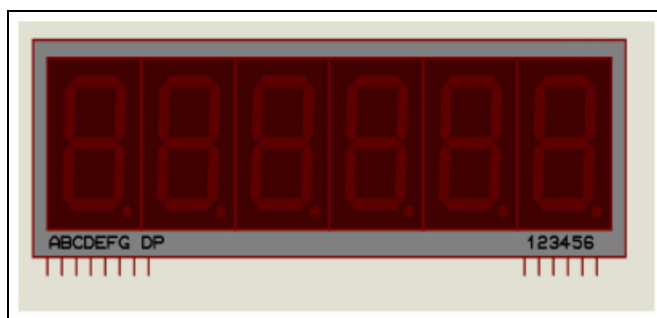
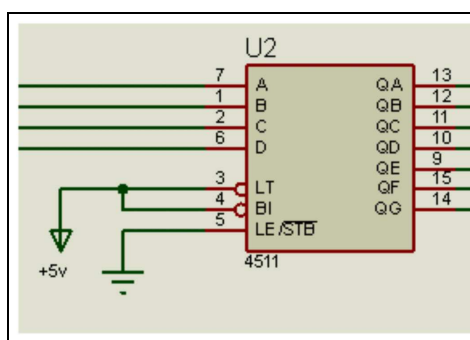

FIGURE 5.2: Afficheur 7 segments de type "7SEG-MPX6-CA"
FIGURE 5.3: Composant 4511
2. Pour améliorer votre chronomètre modifier le schéma en utilisant le composant 7SEG-MPX6-CA (voir figure 5.2) et le composant 4511 (voir figure 5.3).